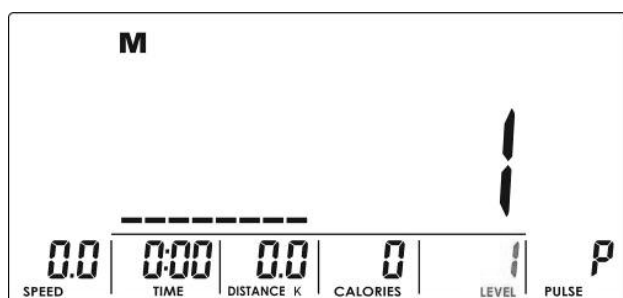

Abbildung 10
- (1) Wählen Sie das Trainingsprogramm mit den UP oder DOWN Tasten. Wählen Sie P01, P02, P03 etc. und bestätigen Sie mit MODE / ENTER.
- (2) Stellen Sie die Belastungsstufe mit den UP oder DOWN Tasten ein (Abb. 10). Der Vorgabewert ist 1.
- (3) Geben Sie die Zeit mit den UP oder DOWN Tasten ein.
- (4) Drücken Sie START / STOP, um das Training zu starten. Während des Trainings kann die Belastungsstufe mit den UP oder DOWN Tasten angepasst werden.
- (5) Drücken Sie START / STOP, um das Training zu unterbrechen. Drücken Sie RESET, um zum Hauptmenü zurückzugelangen.